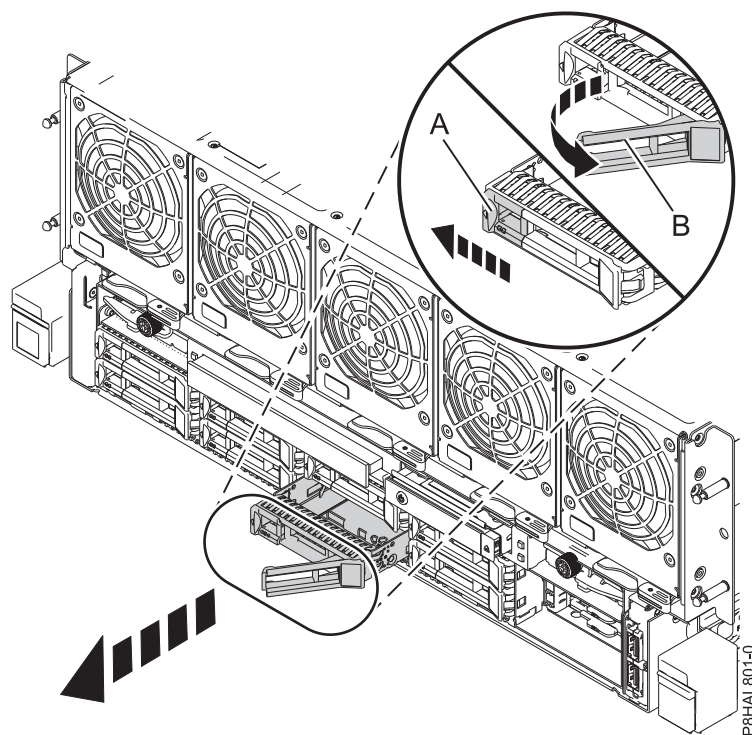

図 17. 8408-44E または 8408-E8E システムからのディスク・ドライブの取り外し
3. 以下に示すように、ハンドル・ラッチ (A) を押し、外側に引き出して、ドライブ・ハンドル (B) をアンロックします。 図 17 ハンドルが完全に引き出されていないと、ソリッド・ステート・ドライブをスライドさせてシステムから引き出すことができません。